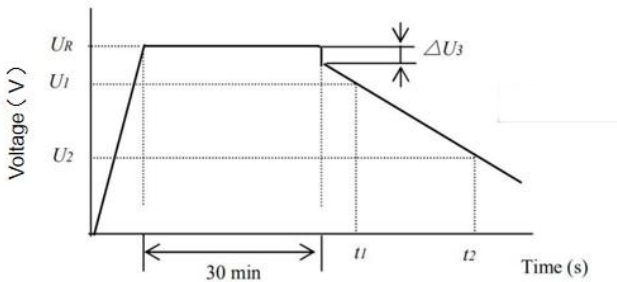

图 2
1) 恒压/恒流源的直流电压设定为额定电压 (UR) 2) 根据待测电容的标称容量 Cx，设置充电和的恒定放电电流 I,电流设置为 4*Cx*UR 3) 将开关 S 切换到直流电源，开始对被测电容进行恒流充电，待电容两端电压充电至额定电压 UR 后，继续保持充电 30min 4) 充电保持 30min 结束后，将开关 S 变换到恒流放电装置，以恒定电流进行放电至 0.1V; 5) 测量并记录电容器两端电压从 U1 到 U2 的时间 t1 和 t2，如图 2 所示，根据下列公式计算电容量值：	$C = \frac{I \times (t_2 - t_1)}{U_1 - U_2}$ 式中： C 容量 (F) ； I 放电电流 (A) ； U₁ 测量初始电压 (V) ， 0.8UR； U₂ 测量终止电压 (V) ， 0.4UR； t₁ 放电初始电压到达 U₁ 的时间, (s) ； t₂ 放电初始电压到达 U₂ 的时间, (s) ；